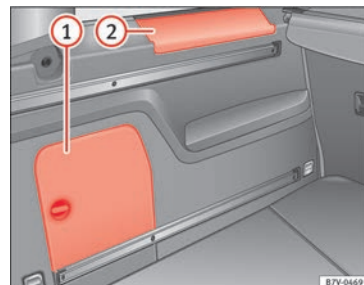

Abb. 112 Im Gepäckraum: seitliches Ablagefach
Seitlich im Gepäckraum befinden sich weitere Ablagefächer » **Abb. 112** ① und ②. Zum »